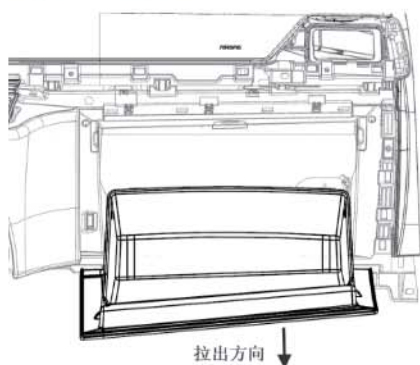

图 1-2-12 杂物箱总成
- 2) 然后将杂物箱箱体旋转至大致水平角度，向后拔，使杂物箱下部卡脚脱出下本体转轴，如图 1-2-12 所示；